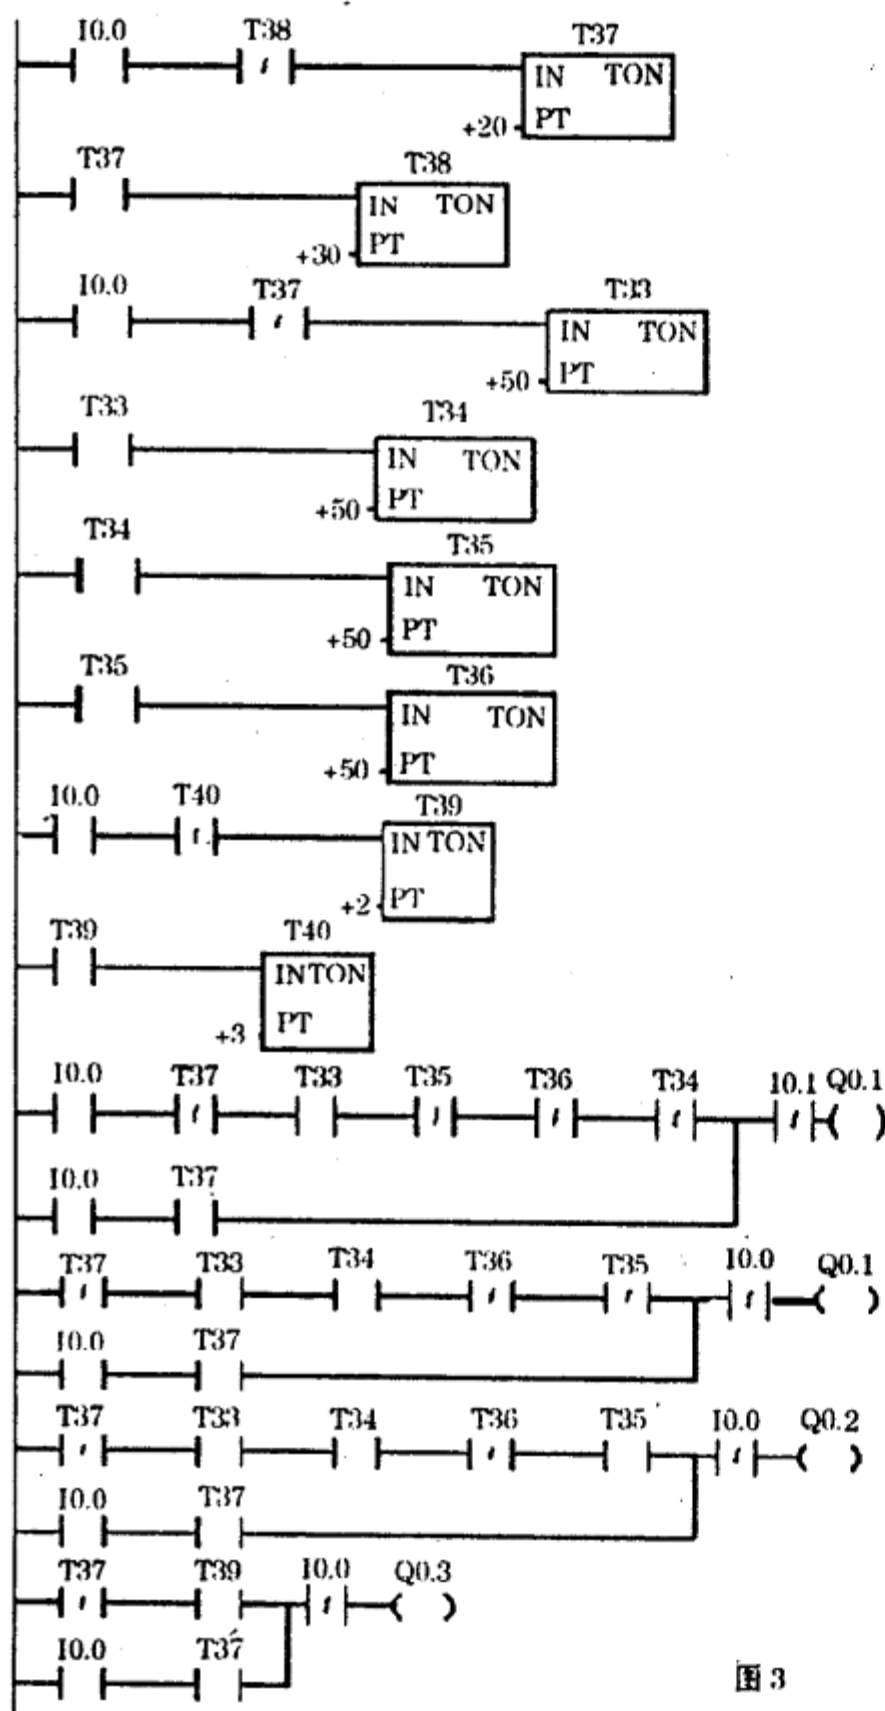

图3
原高频变压器次级电路如图2所示。图中+5V输出分为两路: 一路经R1、VR1分压后给PWMIC TL494第①脚提供2.5V左右的输出取样电压; 另一路提供给四比较器LM339以产生POWER GOOD信号。电源散热风扇直接并接在+12V输出电压上。具体改造步骤为: 将高频变压器B1的次级绕组全部拆下来重新绕制, 在拆除过程中应记下各输出电压所对应绕组的匝数。换算出13.5V电压所需的匝数后, 按照14.8A(200W)的规格选择合适线径的漆包线进行多线并绕。整流滤波电路可利用原+12V通道, 但整流二极管D3、D4容量偏小, 需要把+5V整流二极管D1、D2拆下来以替换原+12V整流部分。电压取样分压电阻R1从+5V改接到+13.5V上, 并且把阻值增大2~3倍。原-12V/-5V整流滤波电路及LM339已无任何作用, 因此将-12V/-5V通道中的元器件全部拆除, TL494第②、④、⑧脚通往LM339周边电路的铜箔也需要切断。改造完成后的电路如图3所示。3台开关电源依次改造完毕后, 就可以进行调试了: 接上几十瓦的假负载(12V汽车用灯泡, 大功率线绕电阻, 电炉丝均可, 总消耗功率接近200W最好), 开机微调VR1, 使输出电压为13.5V即可。